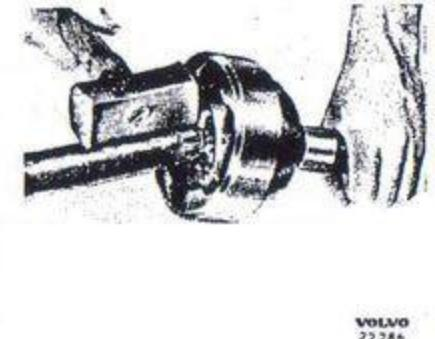

Bild 108. Isärtagning av rzeppaknut.
1. Spän fast drivaxeln mellan kopparbacker eller dylikt. Driv av rzeppaknuten genom att slå på medbringaren med kopparslägga enligt bild 108.